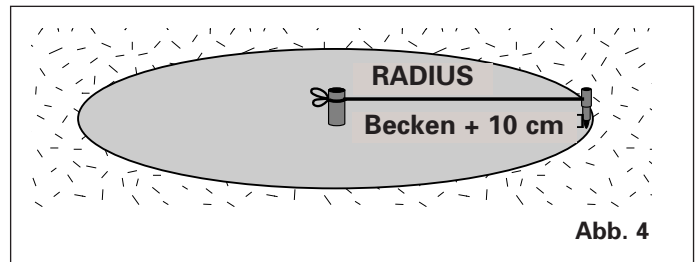

Abb. 4
1) Zeichnen Sie auf dem Boden die vorzubereitende Fläche auf. Dazu kann man zwei durch eine Schnur, die leicht länger als der Radius des Beckens ist, verbundene Pflöcke verwenden. Stecken Sie einen Pflöck in die Mitte der gewünschten Fläche und zeichnen Sie mit dem anderen einen Kreis mit weißem Sand oder Mehl, Abb. 4.